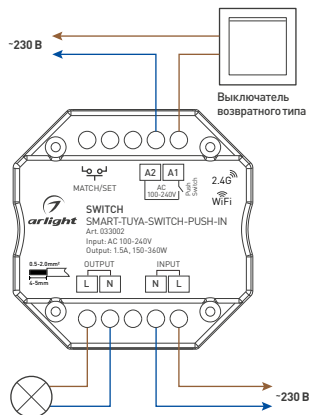

Рисунок 1. Схема подключения контроллер-выключатель SMART-TUYA-SWITCH-PUSH-IN
- 3.2. Подключите контроллер-выключатель согласно схеме на рис. 1.